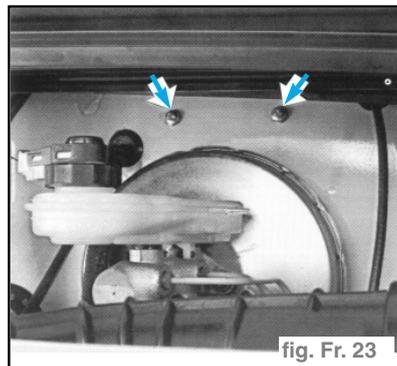

fig. Fr. 23
- Enlever les deux écrous indiqués dans la figure. (fig. Fr. 23)